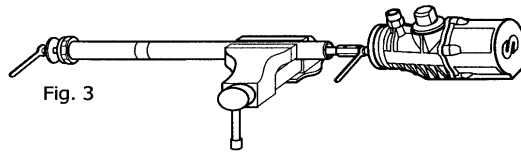

Fig. 3
5. Slide an open end wrench over the flats of the lower part of the air piston (36) and unscrew the nut (59) and remove the washer (58) (fig. 3).
5. Introducir una llave plana en el fresado del eje pistón de aire (36). Aflojar y quitar la tuerca (59) y retirar la arandela (58) (Fig. 3).
4. Introduire une clé plate dans le fraisage de l'axe du piston d'air (36). Desserrer et retirer l'écrou (59) ainsi que la rondelle (58) (voir Fig.3).